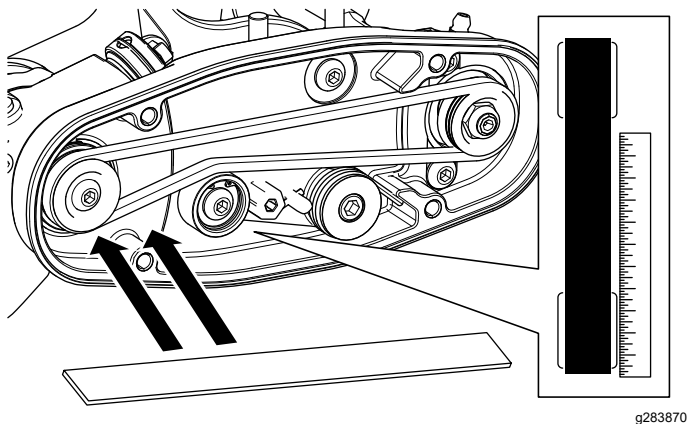

Figura 14
- Appoggiate l'utensile di allineamento della cinghia sulla superficie esterna della puleggia **motrice** (Figura 14). **Non** appoggiate il regolo sulla puleggia motrice e la puleggia condotta.